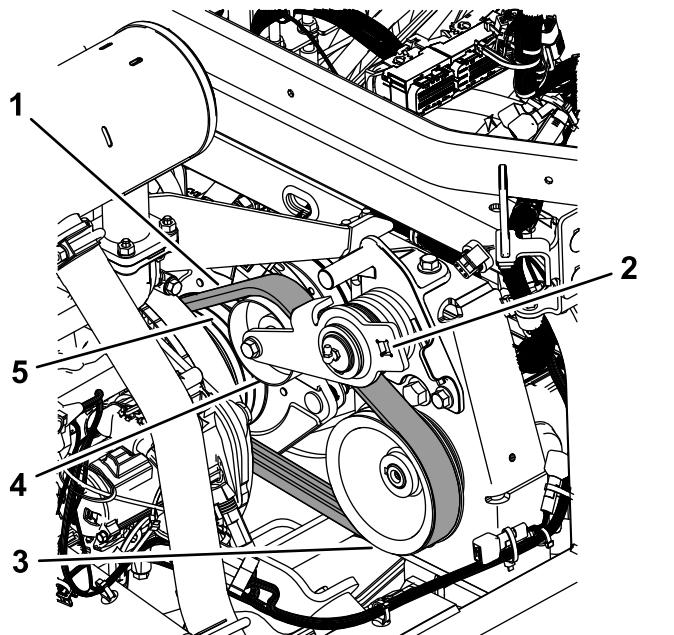

Figure 79
3. Acheminez la courroie sur la poulie du moteur, la poulie de tension et la poulie de la pompe (Figure 79).